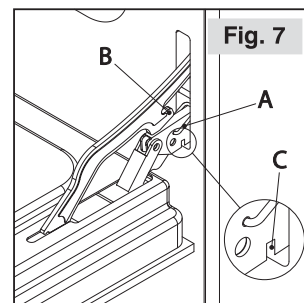

Fig. 7
3. Observe que cada bisagra tiene dos partes (Fig. 7): una superior (B), una inferior (A) y una traba en "U" que al unir ambas partes cuando la puerta está completamente abierta la bloquean.